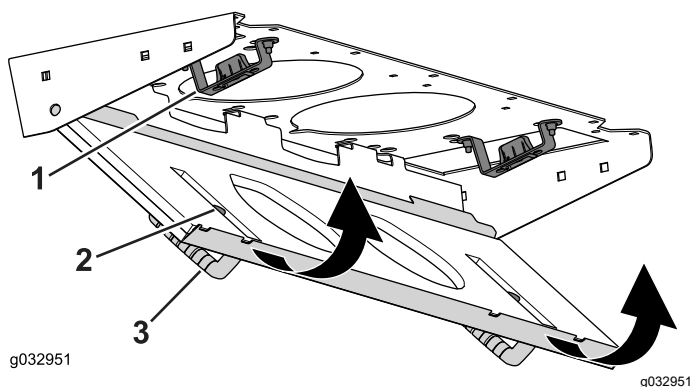

Figura 85
4. Gire la rejilla del filtro sobre las pestañas hasta que el cierre se enganche en el soporte (Figura 85).